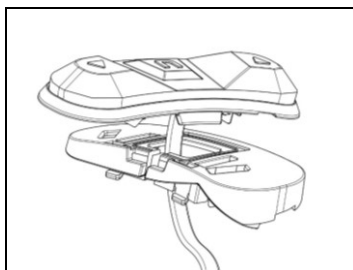

Fig. 18
- Inserir no cabo do teclado e o suporte específico para o próprio capacete (Fig. 18).